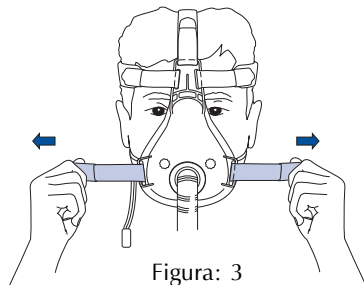
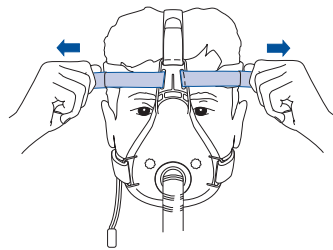

Figura: 3
Figura: 4
- 4 Ajuste primero las correas de Velcro laterales inferiores (fig. 3) y luego las laterales superiores (fig. 4) para obtener un ajuste seguro y cómodo.